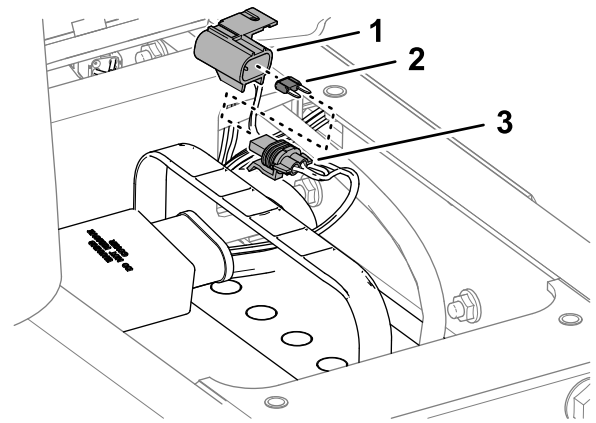

Figura 71
2. Retire la tapa del portafusibles en línea (Figura 71).